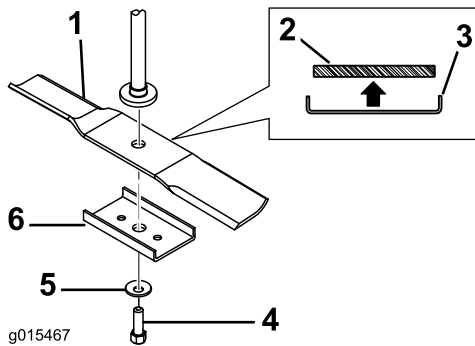
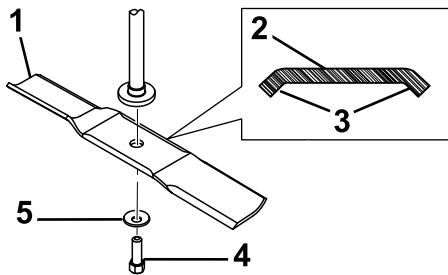

Bild 2
Bild 3
1. Wählen Sie unter den in Bild 2 und Bild 3 dargestellten den Stil des Messers, der den Messern am Mähwerk am besten entsprechen. Halten Sie das Ende des Messers mit einem Lappen oder einem stark wattierten Handschuh und nehmen es ab.